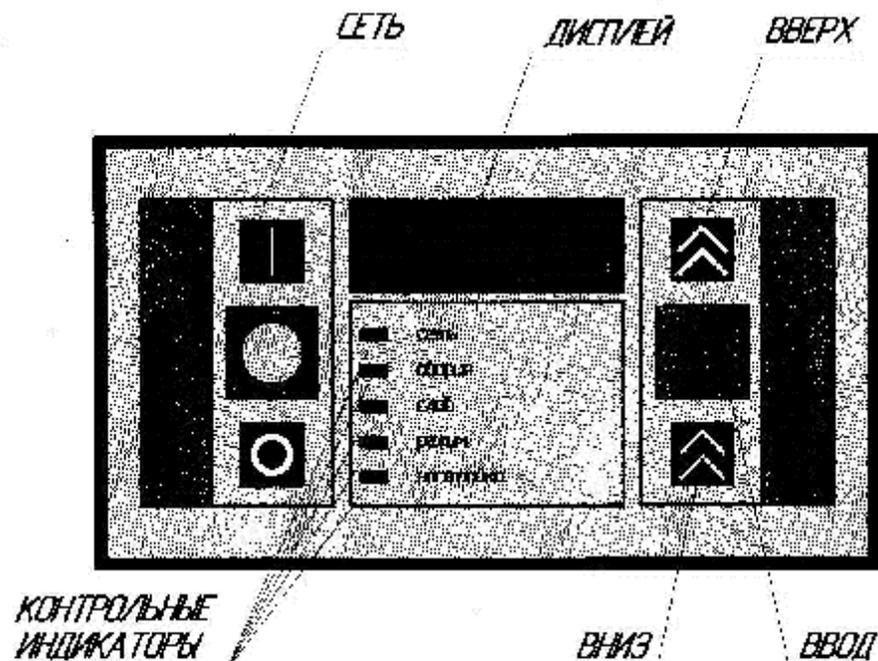

Рисунок 6 Панель блока управления
4.7 Контроль за работой осушителя воздуха осуществляется блоком управления. Блок управления имеет четырехразрядный светодиодный дисплей, четыре кнопки управления («СЕТЬ», «ВВОД», «ВВЕРХ», «ВНИЗ») и пять контрольных индикаторов («СЕТЬ», «АВАРИЯ», «СЛИВ», «РЕЖИМ», «НАСТРОЙКА») (Рис. 6)